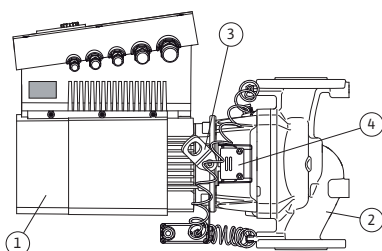

Fig. 10: Pump komplett
Det typiska kännetecknet för serien Stratos GIGA är motorns mantelkyllning. Luftströmmen förs optimalt genom den långa flätkåpan (fig. 10, pos. 1) för kylning av motorn och elektronikmodulen.
(Fig. 10, pos. 2) visar pumphuset med en speciell ledning för lanternan för avlastning av pumphjulet.
Transportöglorna (fig. 10, pos. 3) ska användas enligt kapitel 3 "Transport och tillfällig lagring" på sidan 5 och kapitel 10 "Underhåll" på sidan 44.
Fönstret i lanternan som är täckt med skyddsplåten (fig. 10, pos. 4) används vid underhållsarbeten enligt kapitel 10 "Underhåll" på sidan 44. Fönstret kan även användas för läckagekontroller om säkerhetsbestämmelserna i kapitel 9 "Idrifttagning" på sidan 41 och kapitel 10 "Underhåll" på sidan 44 observeras.